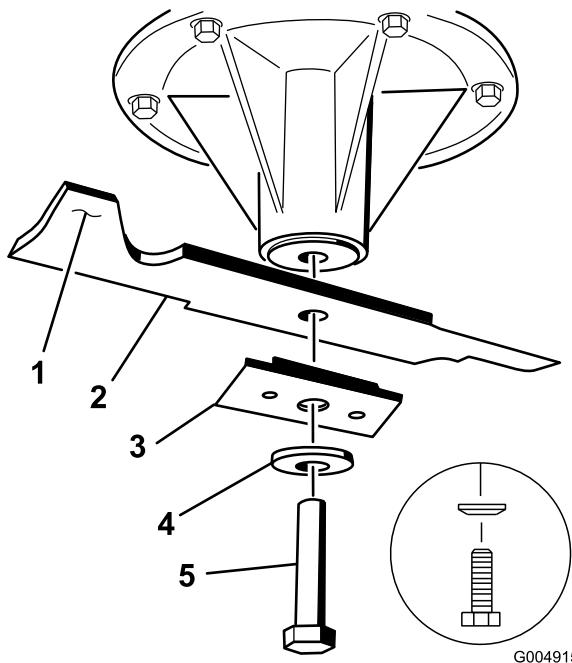

Figure 59
3. Pour les tabliers de coupe de 36 et 52 pouces, enlevez le boulon de lame, la rondelle bombée, le renfort de lame et la lame de l'axe de pivot (Figure 59).
3. Sur les tabliers de coupe de 36 et 52 pouces, montez la lame, le renfort, la rondelle bombée et le boulon de lame (Figure 59).